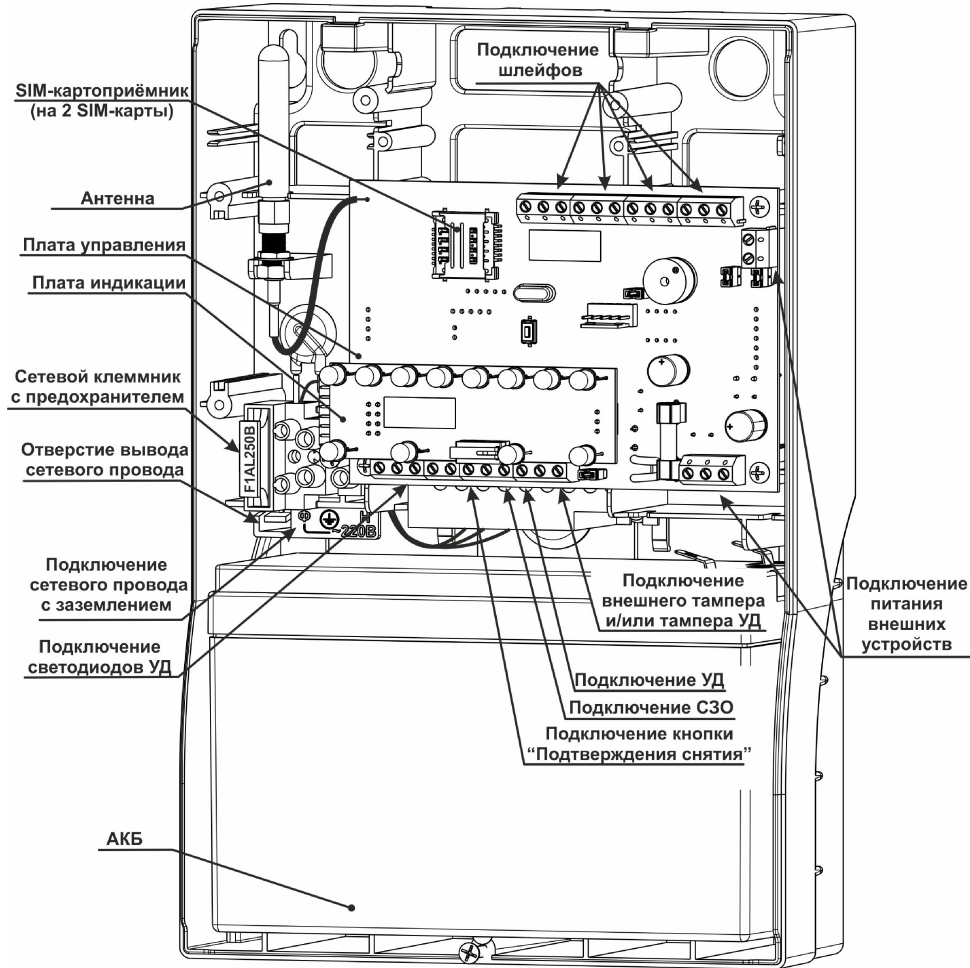

Рисунок 5 - Вид прибора со снятой крышкой
Шнур для подключения прибора к сети 220 В поставляется и подключается к прибору организацией, осуществляющей установку прибора на объекте. **ДЛЯ ПОДКЛЮЧЕНИЯ ПРИБОРА К СЕТИ 220 В ДОЛЖЕН ИСПОЛЬЗОВАТЬСЯ ТРЁХЖИЛЬНЫЙ ГИБКИЙ ШНУР, СООТВЕТСТВУЮЩИЙ ГОСТ 7399-80 С ПРОВОДАМИ, ИМЕЮЩИМИ ДВОЙНУЮ ИЗОЛЯЦИЮ. НОМИНАЛЬНОЕ СЕЧЕНИЕ ЖИЛЫ ПРОВОДА 0,75 ММ². Шнур питания от сети 220 В подключается к сетевой колодке, расположенной слева от платы управления. ПРОВОД ЗАЗЕМЛЕНИЯ ПОДКЛЮЧАЕТСЯ К СРЕДНЕМУ КОНТАКТУ СЕТЕВОЙ КОЛОДКИ.** Сетевой шнур необходимо завести через специальное отверстие с элементом фиксации (прижимом) – см. Рисунок 5.
- Σ Подключить сетевой шнур с проводом заземления к сетевому клеммнику соблюдая правильность подключения проводов (фазовый провод – «Ф»; заземление – контакт, обозначенный специальным знаком; нулевой провод – «Н») – Рисунок 5.
- Σ Установить SIM-карту (-ы) в SIM-картоприёмник на плате управления (см. – Рисунок 1 и Рисунок 5).